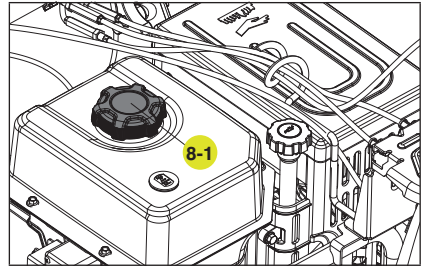

Figure 8
1. Enlevez le bouchon du réservoir d'essence (8-1) (fig. 8).